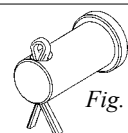

Fig. 16.1.b
7. Abaissez le tube adaptateur et fixez-le à la bague à cardan du mécanisme inférieur. Posez les paliers comme illustré en figure 16.1.c. Serrez fermement les vis ①. Serrez les vis de blocage ②. Utilisez une colle frein filet.
8. Ajustez le profil d'enroulement de sorte que le repère (voir page 26) soit au même niveau que l'adaptateur en (A). Serrez les vis fermement.